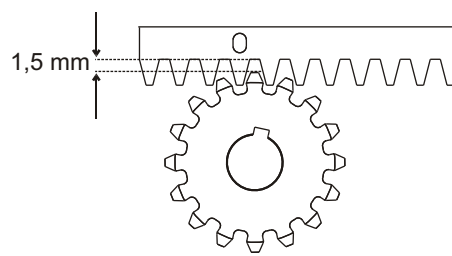

Abb. 12
6.6. Um zu verhindern, dass sich das Torgewicht auf das Ritzel verlegt, die gesamte Zahnstange um 1,5 mm anheben (Abb. 12);